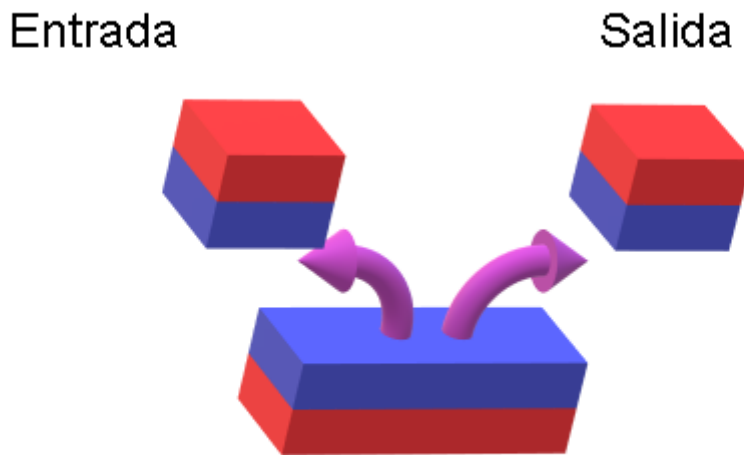
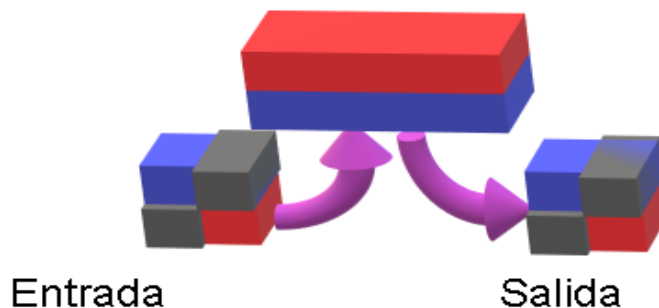

Figura 1
Figura 2
Cuando hacemos un circuito magnético cerrado con una pieza de hierro, que absorbe el mismo flujo magnético equilibrado entre sus dos polos distintos en los imanes, casi todo el magnetismo que absorbe el hierro es anulado internamente en el hierro, lo cual puede ser una ventaja, ya que eso permitiría que el paramagnetismo de los motores universales, fuese en una sola dirección única, sin las restricciones que existen en los de dobles direccionalidades en los que la doble direccionalidad influye negativamente en su eficacia en cualquier dirección de giro motor, haciendo que estos estén frenados por la doble direccionalidad. ( figura 1 )
Por esto hacer los motores unidireccionales ( figura 2 ) puede resultar en un motor más eficiente según pienso yo y aunque puedo estar equivocado a modo de opinión esto casi te lo podría confirmar:
- Si hacemos unidireccionales los motores eléctricos universales ( figura 2 ) haciendo la anulación de las mitades como indico ( figura 2 ), puede resultar en un motor más eficiente que uno sin “trucar de este modo” en el cual perderíamos la bi-direccionalidad de giro para tener uni-direccionalidad única siendo esta más eficiente por no tener el freno de la bi-direccionalidad ( figura 1 ) por su parte contraria.